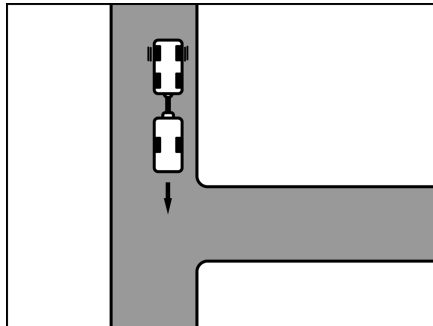

Fig. 9 Manœuvre à effectuer
- Se déplacer vers l'entrée, jusqu'à ce que l'arrière de la caravane se trouve, à peu près, à la hauteur de l'entrée (Fig. 9).